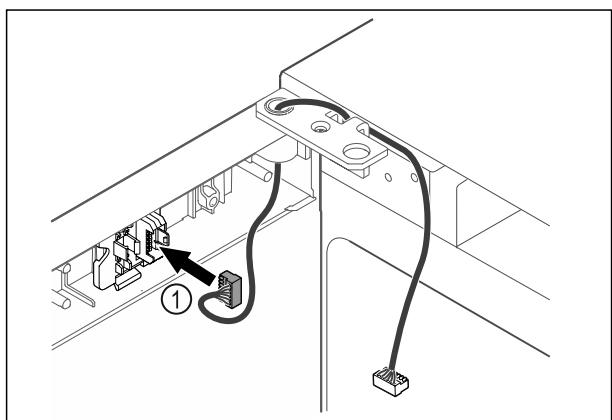

Fig. 64
► Вкарайте щекера Fig. 64 (1) в държача на щекера.